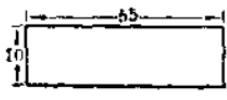

图 11
9. 三角挡和挡料板：用  $10 \times 10 \times 55$  [毫米]3 木条一条削成端面为三角形的木条（图 11），然后钉在右面支架板脚边